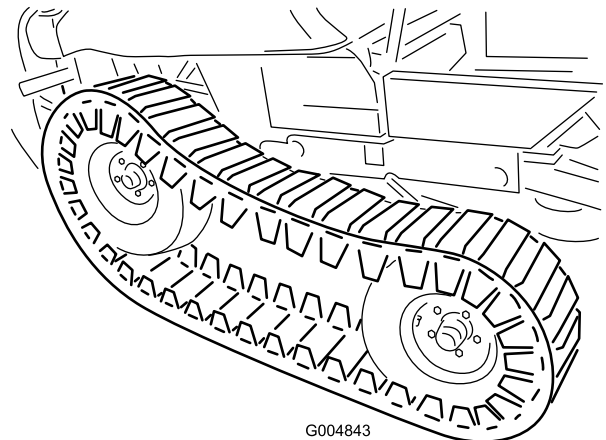

Figura 31
21. Ajuste el gato a una altura adecuada para instalar el neumático delantero. Con la ayuda de otra persona, eleve la parte delantera de la oruga lo suficiente para poder instalar cuidadosamente los neumáticos delanteros (Figura 31).